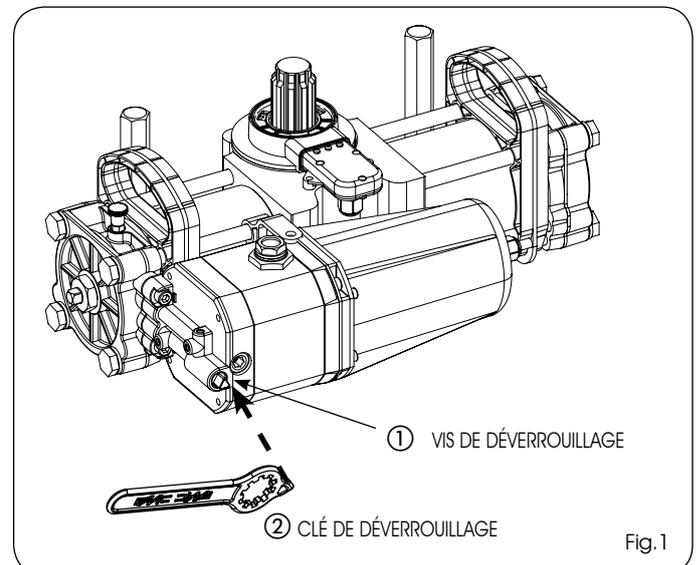

Fig.1
- 2) Agir sur la vis de déverrouillage (Fig.1 réf.①), en y introduisant le défoncement triangulaire de la clé fournie (Fig.1 réf.②):